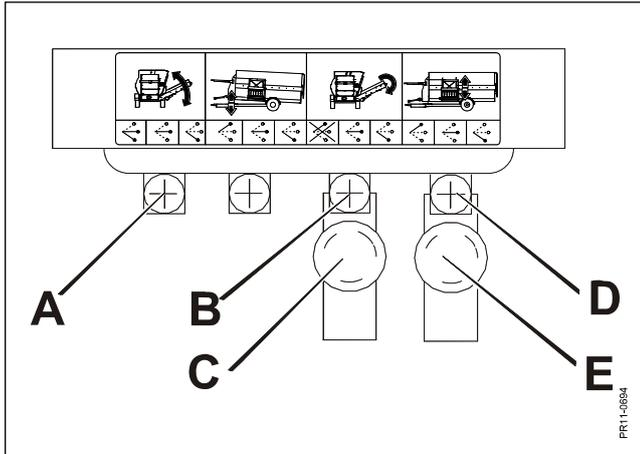

Fig. 5.11
**Fig. 5.11** La bandeja se despliega con la manilla (A), ver también fig. 5.12. La máquina se puede descargar con la bandeja parcialmente desplegada, pero la capacidad de subida se reduce cuando el elevador está muy inclinado. Por eso recomendamos desplegar la bandeja lo más posible.